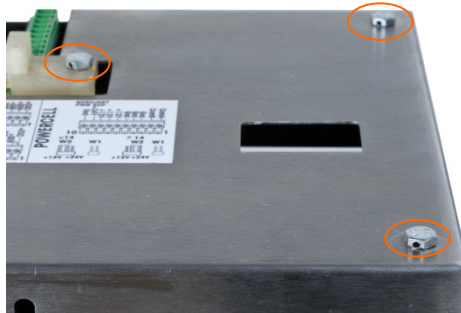

Figura 2-116: Cubierta posterior de la caja del panel con tornillos de sello instalados
- Finalmente, se sella el panel posterior de la caja mediante los tres tornillos estándar, y los tres tornillos de sello indicados en la Figura 2-116; dos para asegurar el panel en su lugar en sus salientes, y uno para asegurar un extremo de la guía superior de la tarjeta.